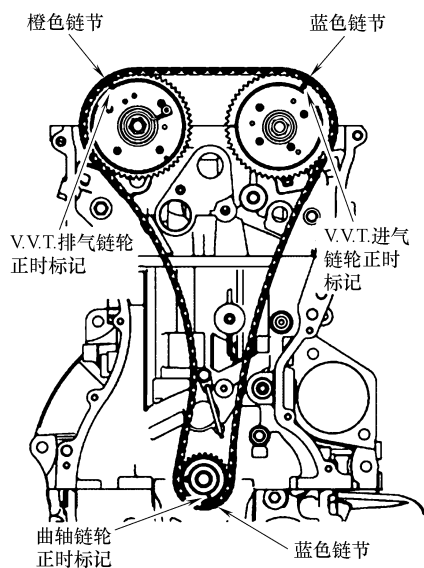

图 28-8 核查所有正时标记
- 6) 如图 28-8 所示, 确保每个链轮的正时标记均与相应的正时链条链节对准。